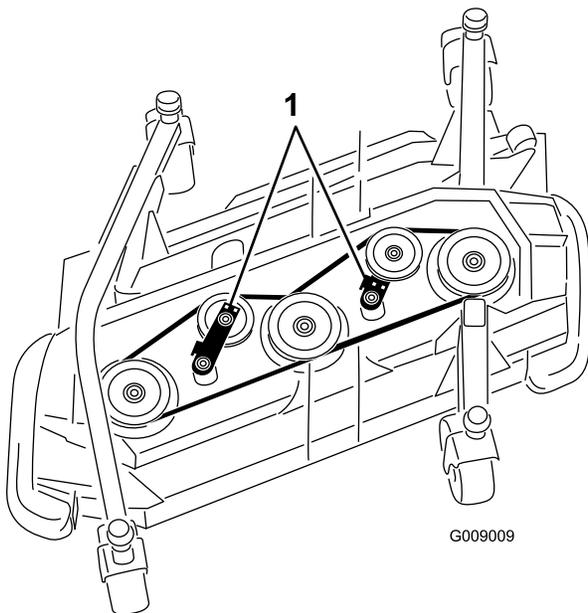

図 124
5. ラatchetレンチのようなものを使って、アイドルプーリを駆動ベルトから離してベルトの張りをなくし、プーリからベルトを外す 図 124。